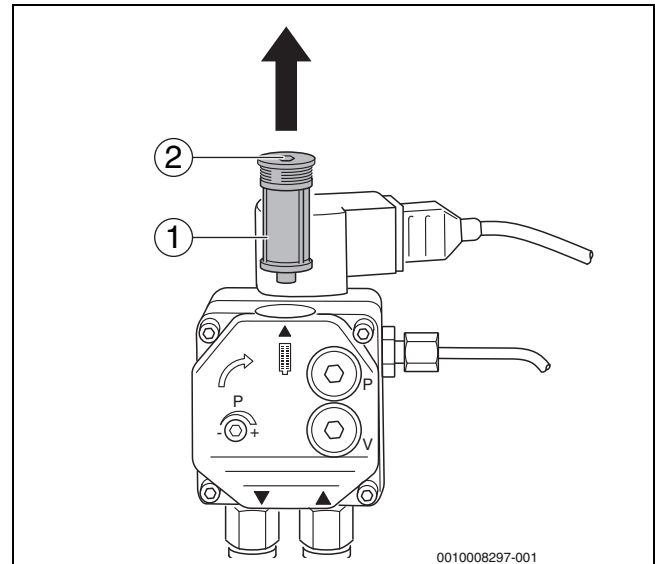

Bild 30 Ölpumpenfilter prüfen – Ölpumpe Danfoss
- ▶ Die Innensechskantschraube an der Oberseite (→ Bild 30, [2]) lösen.
- ▶ Ölpumpenfilter (→ Bild 30, [1]) nach oben herausziehen.
- ▶ Ölpumpenfilter (→ Bild 30, [1]) mit Waschbenzin reinigen, gegebenenfalls austauschen und wieder in die Ölpumpe einbauen.